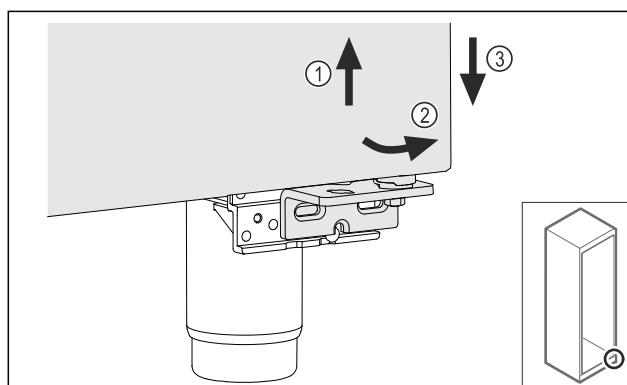

Fig. 26
- ▶ Повдигнете леко вратата Fig. 26 (1), наведете я отдолу напред Fig. 26 (2) и я спуснете Fig. 26 (3).